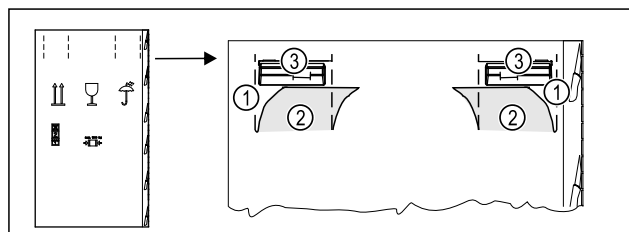

Fig. 5
- ▶ Iespiediet iepakojuma kartonu augšā pie perforējuma Fig. 5 (1).
- ▶ Izvelciet iespiestas plāksnītes Fig. 5 (2).
- ▶ Labajā un kreisajā pusē ir redzams pārvietošanas rokturis Fig. 5 (3).
- ▶ Turiet ierīci aiz pārvietošanas rokturiem Fig. 5 (3).